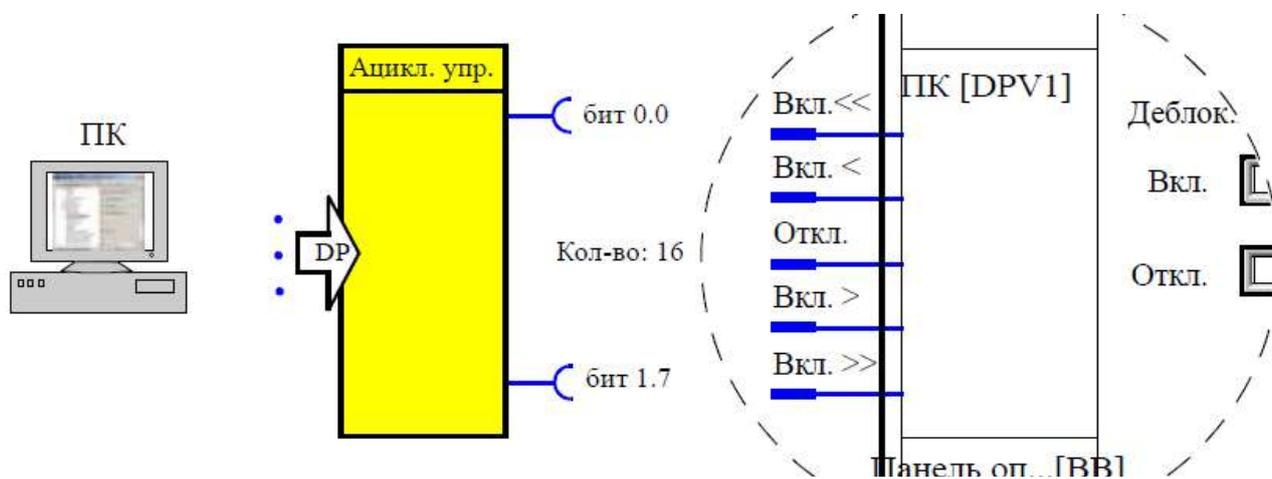

Рис. 2.8. Пост управления ПК
*Пост управления ПК* (рис. 2.8) – в основном предусматривается для подачи команд на коммутацию от любого ПК, используемого на шине PROFIBUS DP наряду с системой автоматизации в качестве второго мастера. Команды поступают через ациклические телеграммы управления от PROFIBUS DPV1.